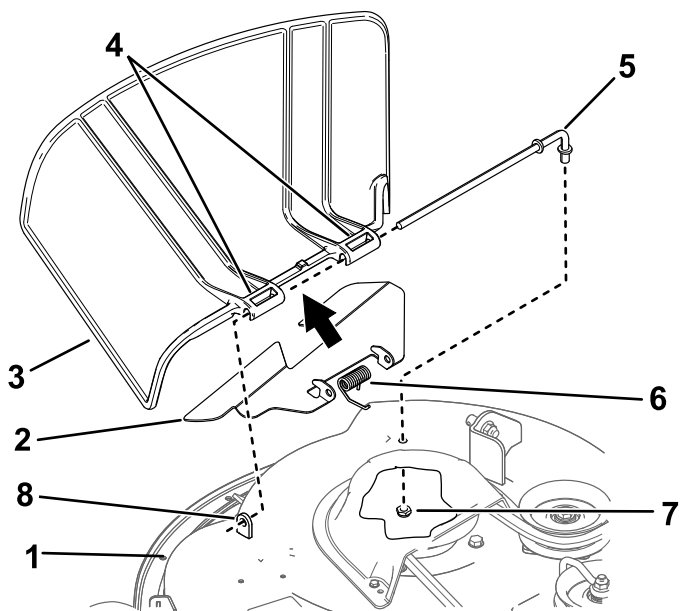

Bild 73
1. Nehmen Sie die Mutter ($\frac{3}{8}$ ") aus der Stange unter dem Mähwerk ab (Bild 73).
- Schieben Sie die Stange aus dem kurzen Vorsprung, der Feder, dem Ablenklech und Grasablenklech (Bild 73).
- Montieren Sie das neue Grasablenklech und Ablenklech (Bild 73).
- Schieben Sie die Stange durch das Ablenklech und die zweite Halterung am Grasablenklechzapfen (Bild 73).
- Befestigen Sie das hintere Stangenende mit einer Mutter (3/8") am Mähwerk, wie in Bild 73 abgebildet.